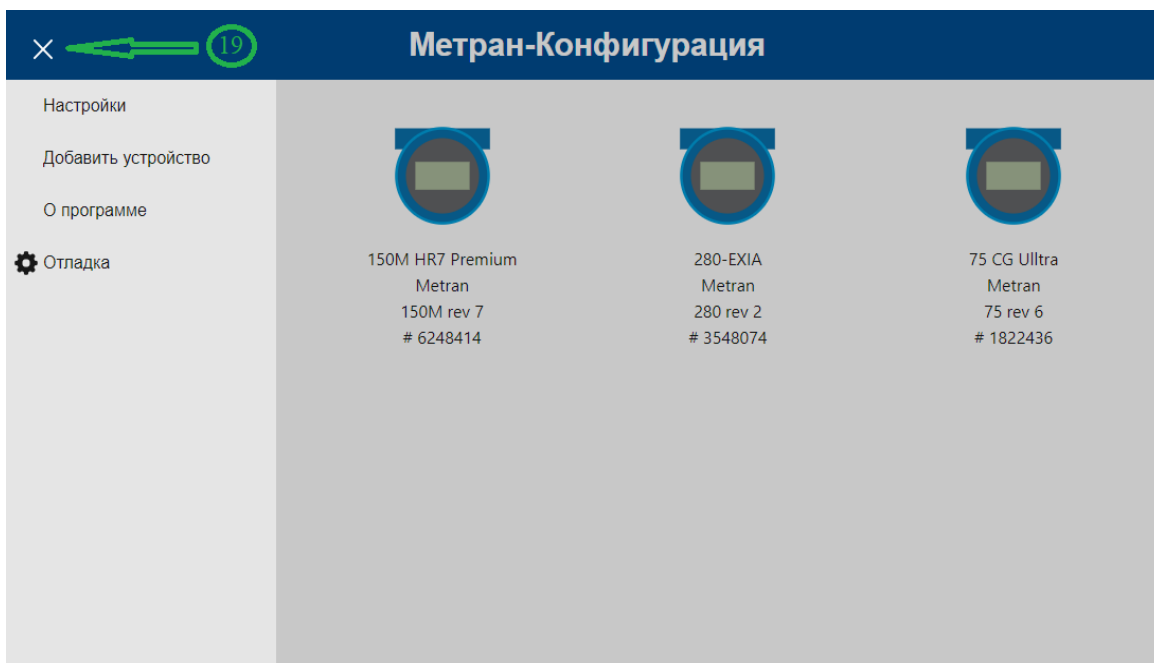

Рис. 14 Элементы главного меню
19. Кнопка закрытия главного меню – (рис. 14) (пункт 5.29)